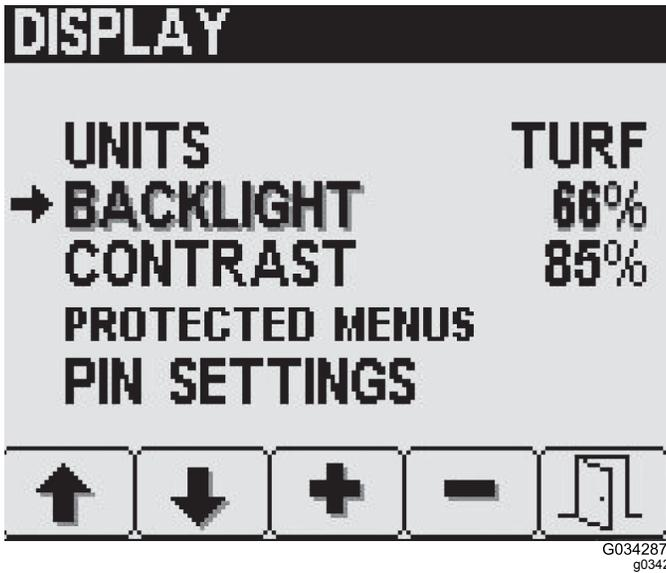

Рисунок 21
1. С помощью кнопки 2 на экране Display (Дисплей) выберите пункт Backlight (Яркость подсветки) или Contrast (Контрастность) (Рисунок 21).
- Установите требуемое значение с помощью кнопок 3 и 4 (Рисунок 21).